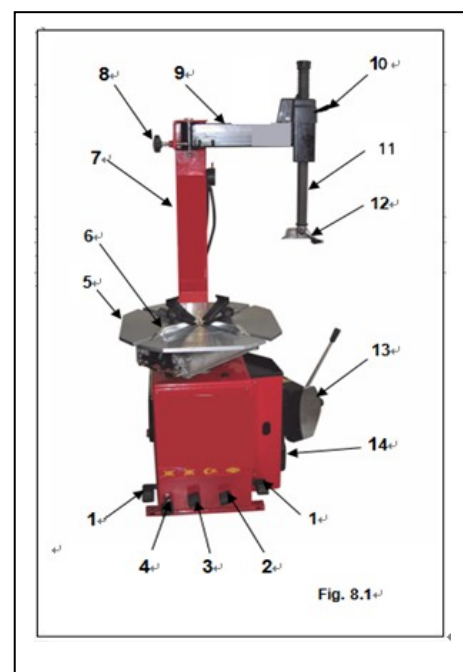

Fig. 8.1
N.B. pour éviter de pincer la chambre à air, il est conseillé d'effectuer cette opération avec la valve à environ 10 cm à droite de la tête. En maintenant le levier dans cette position, faire tourner le mandrin (5, Fig.8.1) en sens horaire en appuyant sur la pédale (1, Fig.8.1) tant que le pneumatique ne sera pas complètement sorti de la jante